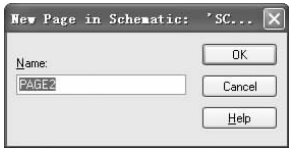

图 3-17 “New Page in Schematic（在电路图中新建图页）”对话框
2) 选择“New Page（新建图页）”命令，弹出“New Page in Schematic（在电路图中新建图页）”对话框，在“Name（名称）”文本框内输入电路图页名称，默认名称为 PAGE2，如图 3-17 所示。